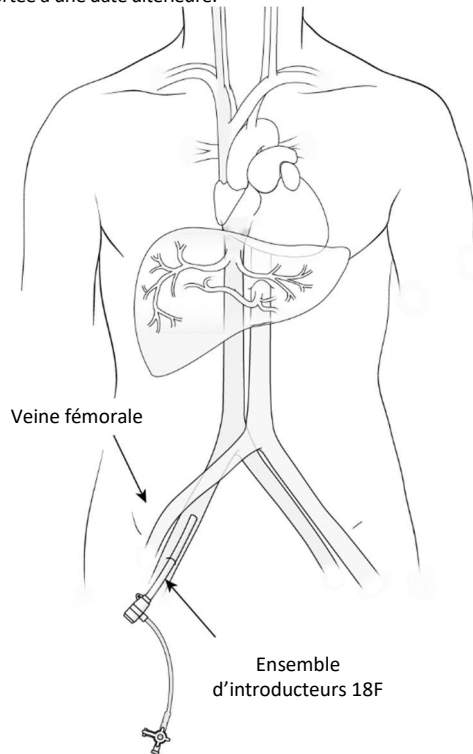

Figure 24
- (a) En utilisant la technique de Seldinger et les techniques fluoroscopiques et angiographiques standard, placer la gaine d'introduction 18F dans la veine fémorale après dilatation en série avec des dilateurs 9F et 13F. La gaine veineuse peut être placée de manière ipsilatérale ou controlatérale à la mise en place de la gaine artérielle fémorale 5F, voir Figure 24. Rincer la gaine avec un sérum physiologique hépariné normal. L'utilisation d'un guidage échographique et une seule ponction de la paroi antérieure de la veine fémorale au-dessus de la tête fémorale sont nécessaires afin d'assurer la compressibilité de la veine lors du retrait de la gaine. Si une ponction supra-inguinale est faite par inadvertance, la procédure doit être annulée et reportée à une date ultérieure.